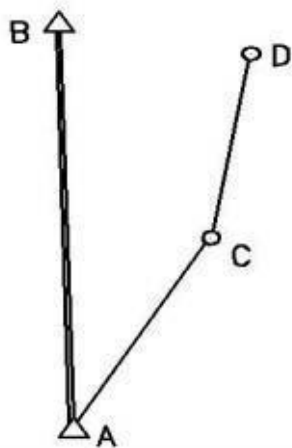
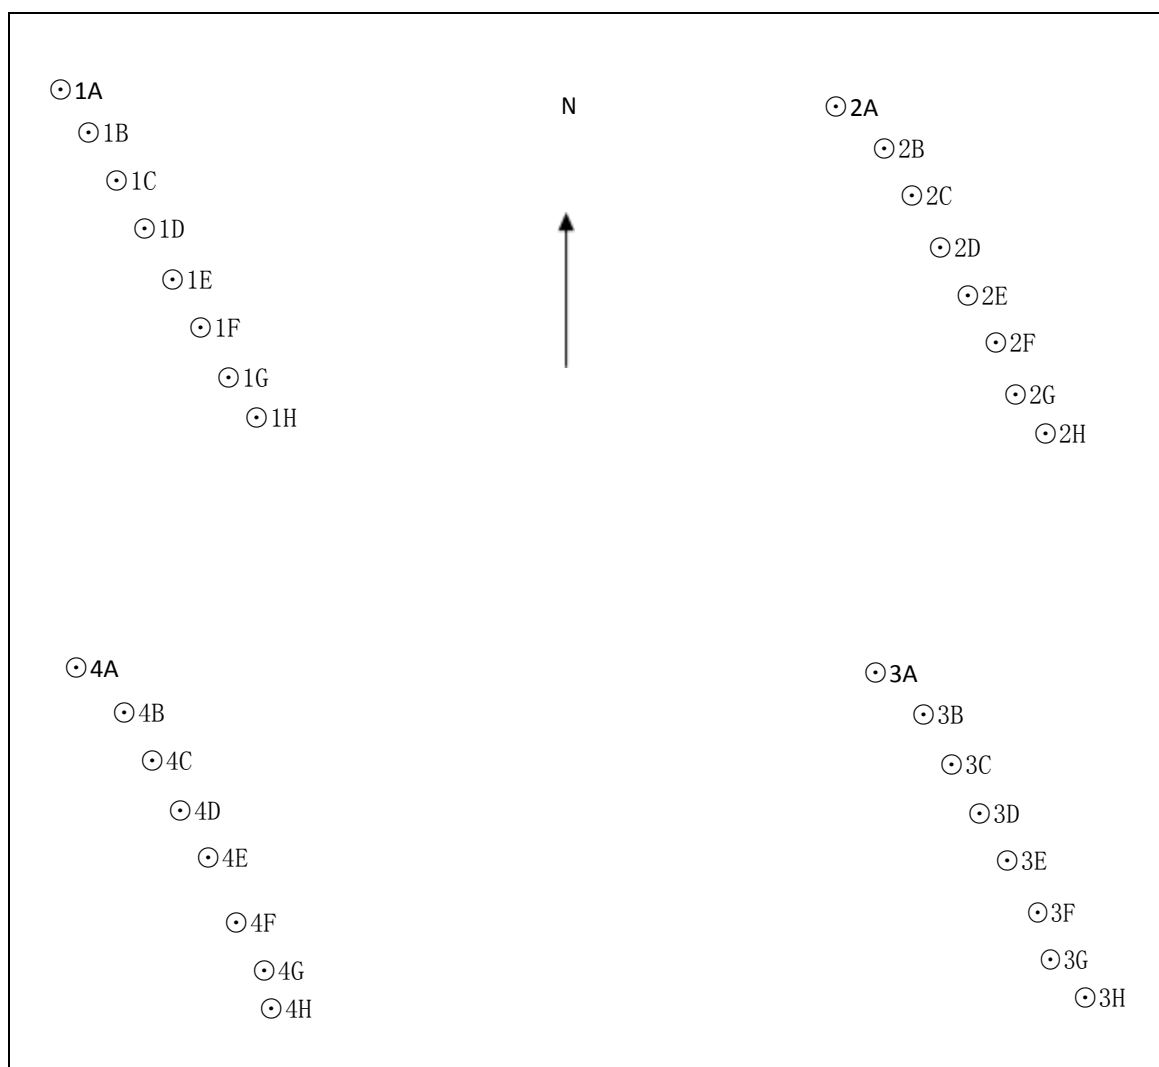

图 2 支导线布设示意图
图 3 四等水准测量点位布设示意图
6.坐标测量及三级支导线测量点位布设见图2，四等水准测量点位布设见图3（将根据最终确定的参赛选手数量增减路线）。